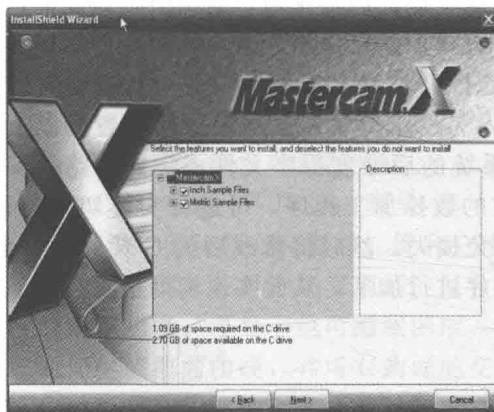

图 1-5 系统示例选择
- ④ 选择系统示例，如图 1-5 所示，可根据需要选择英制或美制单位的实用例子，单击下一步。